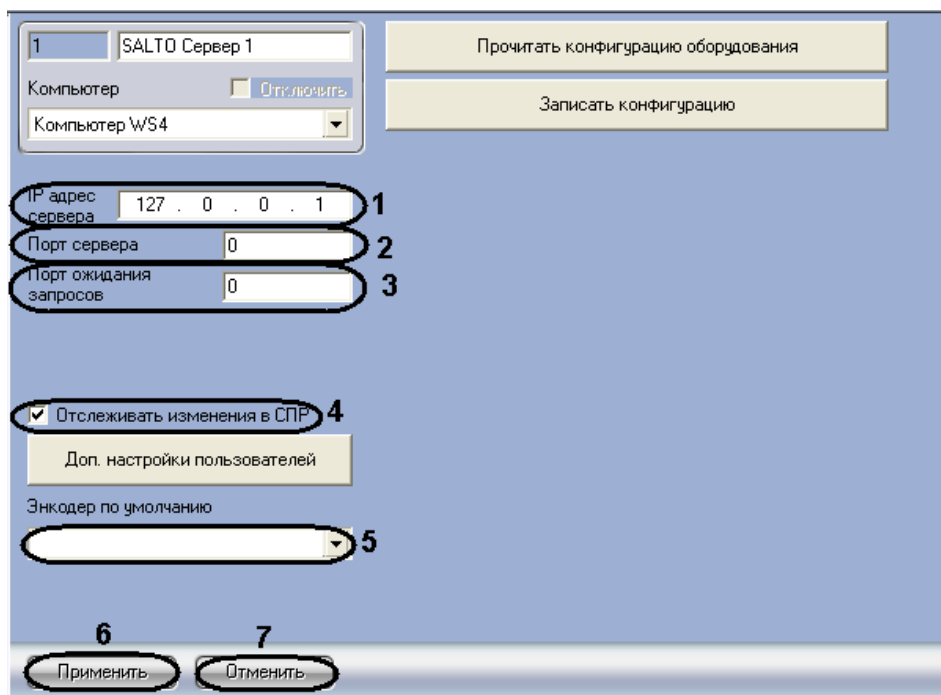

Рис. 3.3—2 Настройка подключения СКУД SALTO к ПК ACFA Intellect
2. В поле **IP адрес сервера** ввести IP адрес компьютера, на котором установлено программное обеспечение *СКУД SALTO* (см. Рис. 3.3—2, 1).
3. В поле **Порт** ввести адрес порта TCP/IP соединения модуля интеграции *SALTO* с программным обеспечением *СКУД SALTO*, который был назначен для передачи данных по SHIP-протоколу при настройке программного обеспечения производителя (см. Рис. 3.3—2, 2).